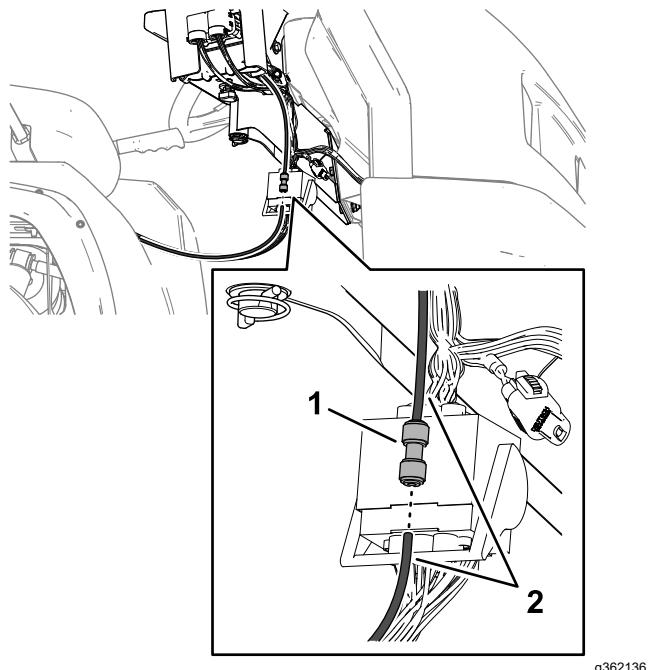

Figura 96
5. Retire um painel de tubo do sensor de pressão uma abertura (caso se aplique) como se mostra na Figura 96.